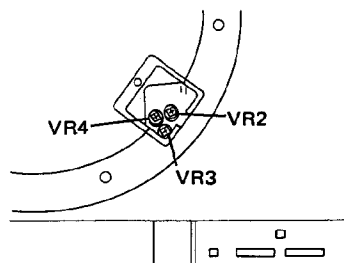

Fig. 11-1 Sensor del seguimiento, ajuste a cero
2. Luego, subir y bajar varias veces la elevación del brazo y volverla a poner en la posición de ascenso. Comprobar que la tensión por TP1 — TP2 no excede de $\pm 2V$ (Fig. 11-1).
2. Mantener el botón de ida del brazo (◀) presionado al primer nivel, y ajustar VR4 para que la punta de la aguja se mueva a una velocidad de 50mm por $7,1 \pm 0,7$ segundos (Fig. 11-1).
3. De igual modo, mantener el botón de venida (▶) presionado al primer nivel, y ajustar VR3 para conseguir de nuevo un movimiento de la punta de la aguja de 50mm por $7,1 \pm 0,7$ segundos (Fig. 11-1).